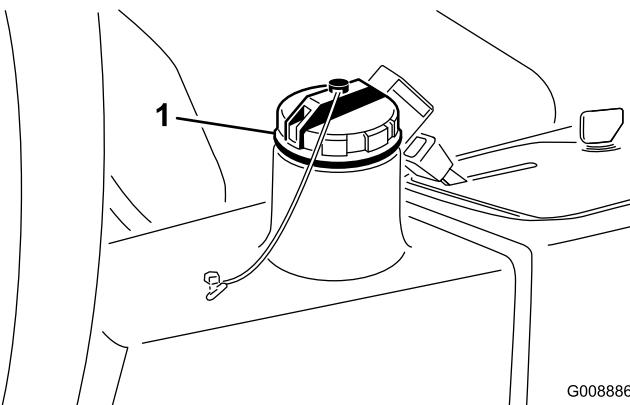

図 60
3. タンク（図 60）に油圧オイルを入れる。容量は約 13.2 リットル；油圧系統を点検する」を参照。